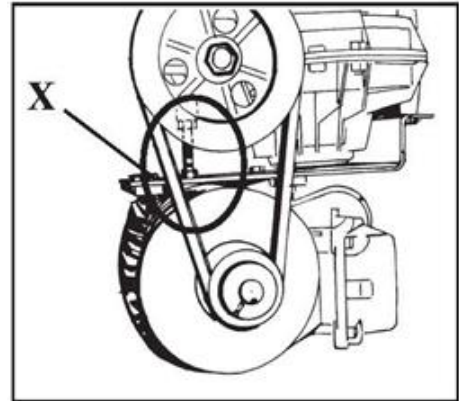

Fig. 5-3
- 3) Resserrer la courroie à l'aide de la vis de réglage X située sur le support moteur (fig. 5-3).